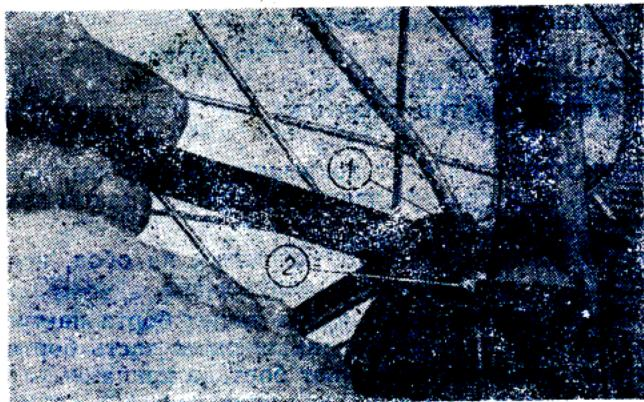

Рис. 20.
Регулировку тормоза переднего колеса производят следующим образом. Колесо устанавливают на подставку. Вращая переднее колесо и одновременно нажимая на тормозной рычаг, определяют свободный ход рычага, т. е. его ход до начала торможения. Начало торможения можно определить по резкому замедлению вращения колеса. Если на длинном конце рычага свободный ход превышает 5 ± 7 мм, его необходимо уменьшить. Для этого (рис. 20) необходимо отвернуть контргайку (2) и вывернуть (ввернуть в случае малого свободного хода) упор (1). После регулировки упор контратягой (2).